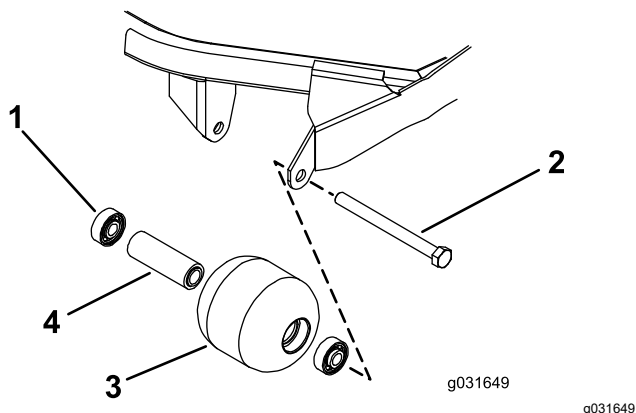

Figura 69
1. Rimuovete il bullone di montaggio del rullo (Figura 69).
- Verificate la presenza di eventuali danni sull'alloggiamento, sui cuscinetti e sul distanziale del cuscinetto del rullo (Figura 69).
- Premendo soltanto sulla pista esterna o, in misura uguale, sulla pista interna ed esterna, spingete il primo cuscinetto nell'alloggiamento del rullo (Figura 69).
- Inserite il distanziale (Figura 69).
- Premendo soltanto sulla pista esterna o, in misura uguale, sulla pista interna ed esterna, spingete il secondo cuscinetto nell'alloggiamento del rullo fino a quando non è a contatto con il distanziale (Figura 69).